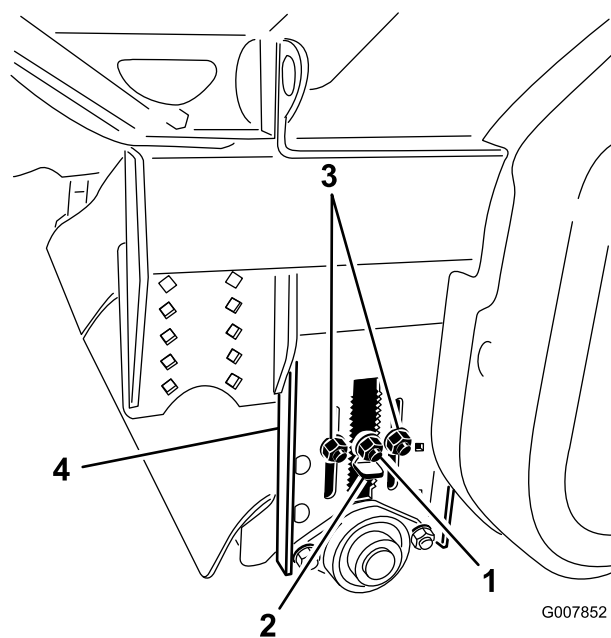

Figure 29
2. Desserrez le contre-écrou sur la clavette de réglage (Figure 29) afin de pouvoir la sortir d'environ 13 mm.
- Desserrez les contre-écrous de réglage de hauteur de rouleau (Figure 29).
- Sortez la clavette de réglage de hauteur et montez ou abaissez le rouleau arrière en faisant coulisser la plaque de réglage à la hauteur voulue (Figure 29).